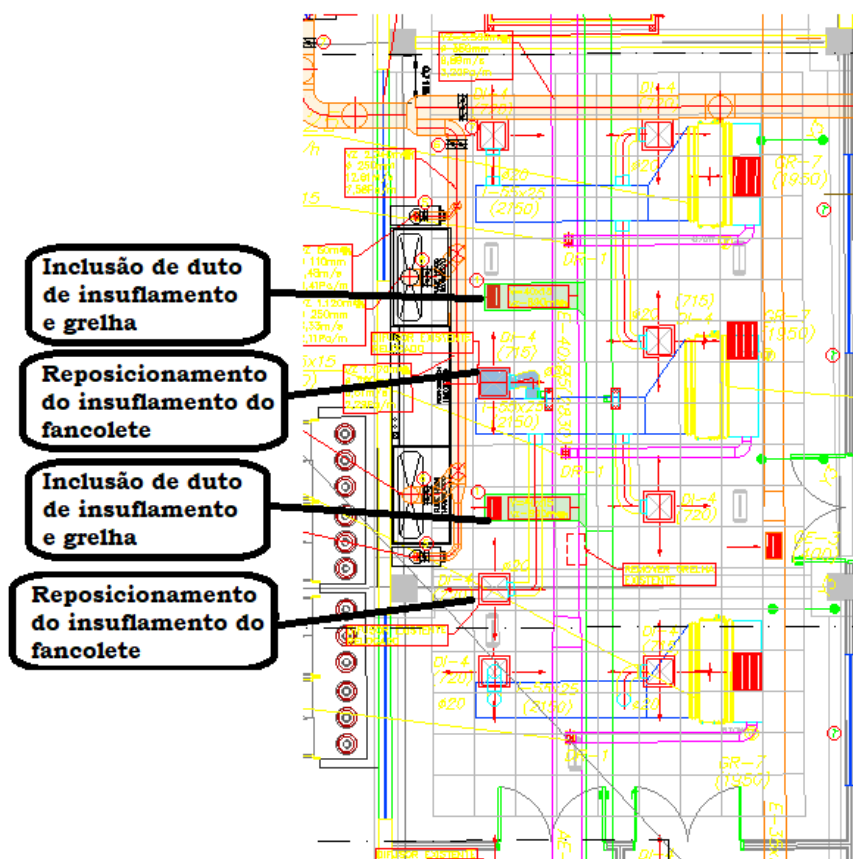

Figura 8 – Alterações no insuflamento da sala S8B5
3.8 Na sala S8.B5 também teremos as seguintes alterações mostradas na figura 8: